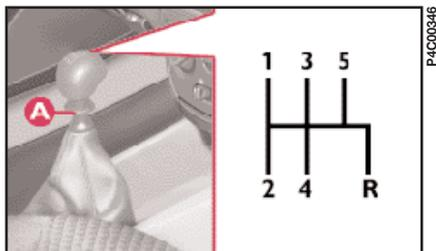

fig. 2
La sélection des vitesses a lieu en appuyant à fond sur la pédale d'embrayage et en positionnant le levier conformément à la grille (fig. 2) (la grille est reproduite sur le pommeau du levier).
Pour passer la marche arrière (R), attendre que la voiture soit arrêtée puis, à partir de la position de point mort, soulever le collier coulissant A (fig. 2) situé sous le pommeau et déplacer le levier vers la droite puis en arrière.